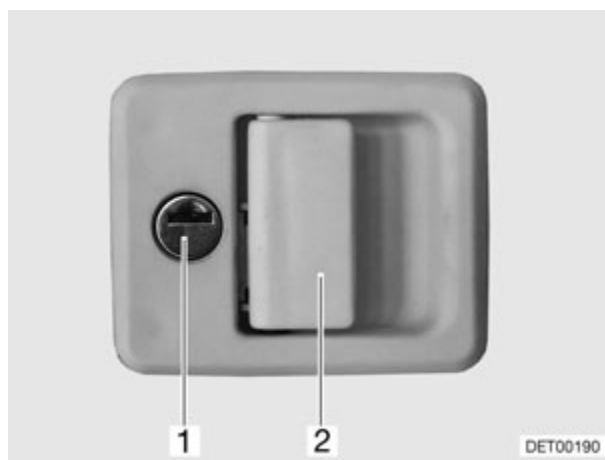

Fig. 29 Cerradura de la trampilla (variante 1)
- Introducir la llave en el cilindro de cierre (Fig. 29,1) y girarla un cuarto de vuelta. La cerradura de la trampilla está abierta.
- Tirar del asidero de la cerradura (Fig. 29,2). La trampilla exterior está abierta.